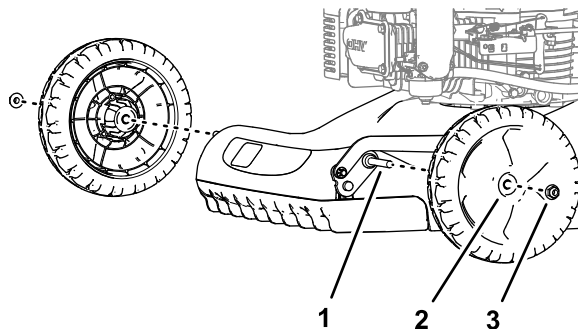

Рисунок 5
1. Отверните фланцевую контргайку ($\frac{3}{8}$ дюйма), которая крепит колесо к оси, и снимите колесо (Рисунок 5).